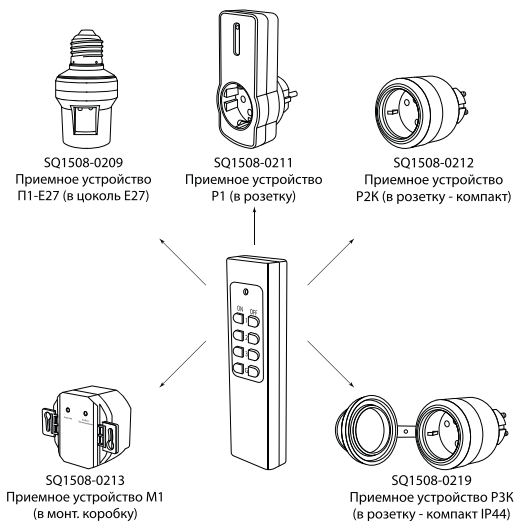

Рисунок 10. Подключение приемников из линейки «Уютный дом» к ПУ3
5.11. К пульту ПУ3 можно подключить параллельно до 100 разных или одинаковых приемников из линейки «Уютный дом» – рисунок 10.